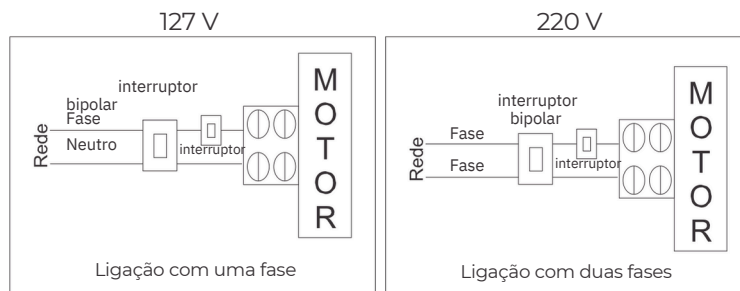

Fig. 2
2. Efetue a ligação elétrica, conforme esquema (fig. 2)